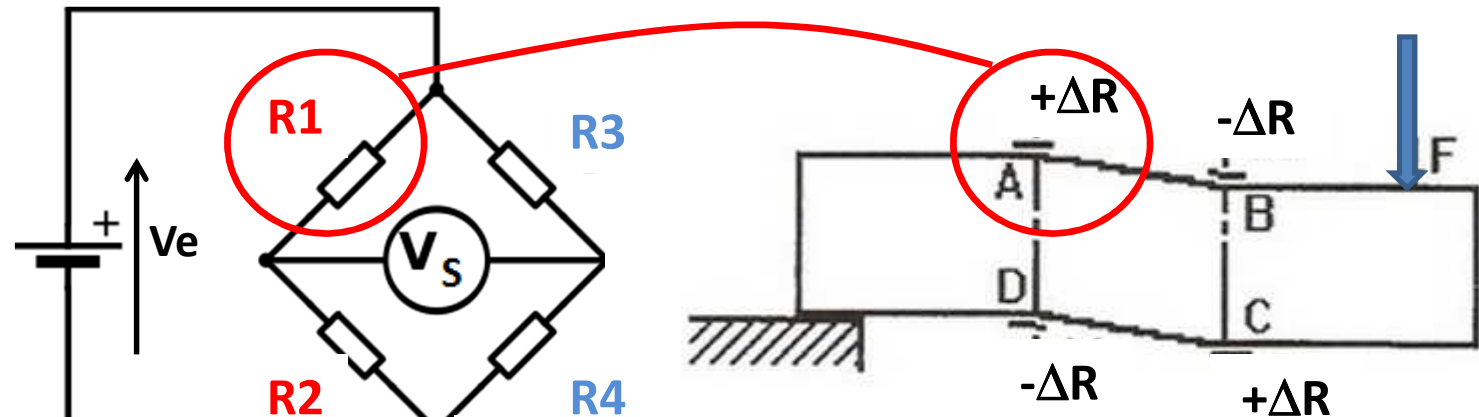

Fig.2
**Question:** Justifier le placement des  $\pm\Delta R$  sur la fig.2, en donnant la nature des sollicitations dans les zone A, B, C et D